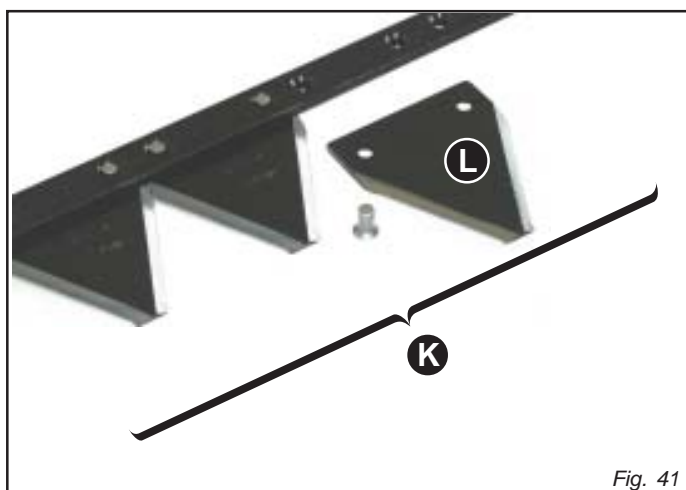

Fig. 41
### SOSTITUZIONE ASTA PORTA SEZIONI (K, Fig. 41)
### SOSTITUZIONE SEZIONI (L, Fig. 41)
- Ribadire una nuova sezione con gli appositi ribattini (L, Fig. 41).